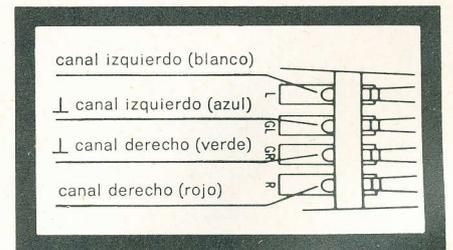

Fig. 16
4. Las conexiones del portacápsulas poseen una señalización por medio de colores (fig. 16). Conecte las clavijas de la cápsula con los contactos correspondientes del portacápsulas.